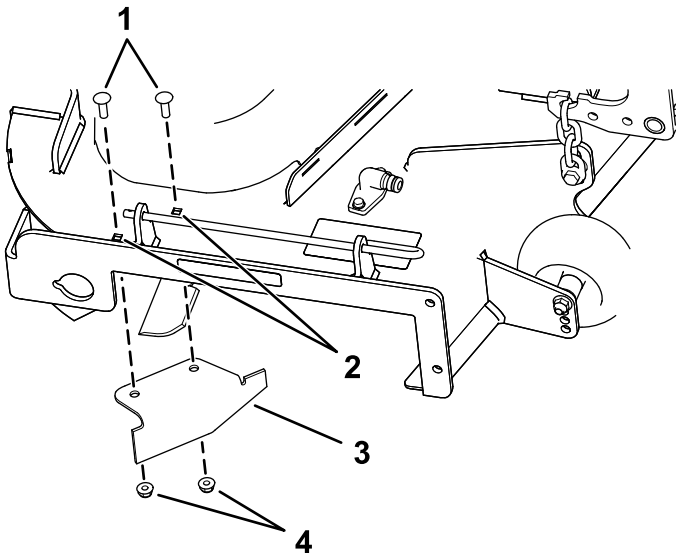

Figura 34
9. Localice el tabique en la bolsa de piezas sueltas y retire las fijaciones de los taladros traseros de la placa de descarga (Figura 34).